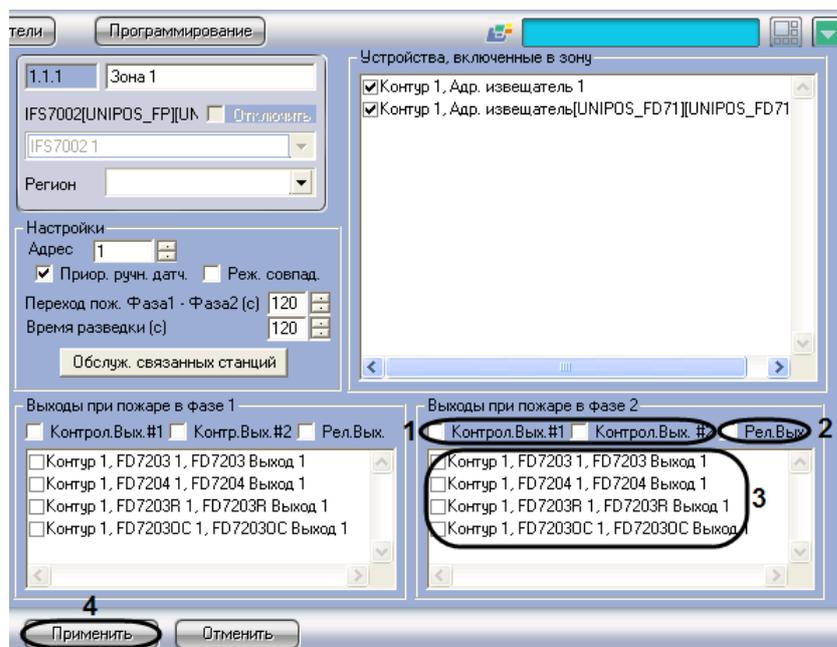

Рис. 3.7-7 Настройка выходов, задействованных при пожаре второй степени
1. Перейти на панель настройки объекта **Зона** (Рис. 3.7-7).
2. В случае, если при пожаре второй степени требуется задействовать исполнительные устройства, подключенные к контрольным выходам станции *ИФС7002*, установить флажки напротив требуемых контрольных выходов (см. Рис. 3.7-7, 1).
3. В случае, если при пожаре второй степени требуется задействовать исполнительные устройства, подключенные к релейному выходу станции *ИФС7002*, установить флажок **Рел.Вых** (см. Рис. 3.7-7, 2).
4. В случае, если при пожаре второй степени требуется задействовать исполнительные устройства, подключенные к выходам адресных модулей, установить флажки напротив требуемых выходов (см. Рис. 3.7-7, 3).
5. Для сохранения настроек во внутренней базе данных Сервера *Интеллект* нажать кнопку **Применить** (см. Рис. 3.7-7, 4).